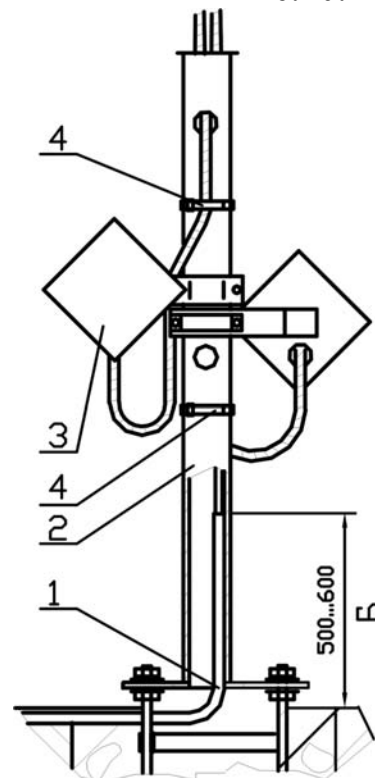

Рис.10.5
10.3.4 После затвердевания раствора пропустить кабель 1 (рис. 10.5) связи с концентратором или ППК через нижнее отверстие стойки 2 и вывести его наружу через верхнее отверстие, прикрепить стойки к опорам с помощью гаек в соответствии с рис. 10.5. С помощью гаек и отвеса, выровнять вертикальное положение стоек и «затянуть» гайки.
Примечание. В случае применения бронированного кабеля или кабеля с «толстой» оболочкой, препятствующих пропусканию через стойку кабелей от БПРД (БПРМ) 3, необходимо предварительно снять бронь или уменьшить толщину оболочки выше участка «Б» (рис. 10.5), чтобы обеспечить свободное пропускание кабелей через стойку.
10.3.5 Установить на стойки кронштейны УК-СТ1 (УК2-СТ1) в местах размещения БПРД (БПРМ) рис. 10.5.
10.3.16 Для предотвращения раскачивания кабелей в металлорукавах под действием ветра, с помощью хомутов 4 (рис. 10.5) из комплекта поставки прикрепить к стойке наружные отрезки кабелей на участках от **блоков** до отверстий в стойках.